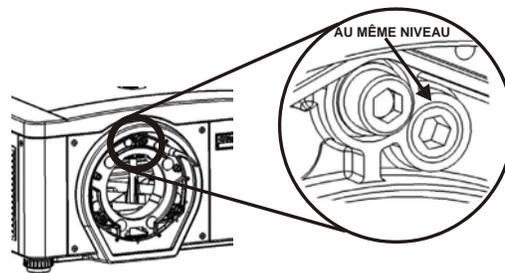

FIGURE 2-3 ALIGNEMENT DES VIS DE SERRAGE
9. On peut retrouver approximativement le réglage d'usine de la ligne de visée en positionnant les 3 vis de réglage au ras de la face frontale de la monture d'objectif, et en contact avec la plaque interne de la monture, voir *Figure 2-3 Alignement des vis de serrage*. Pour y parvenir, vous devrez peut-être ajuster les vis de réglage et les vis d'assemblage.